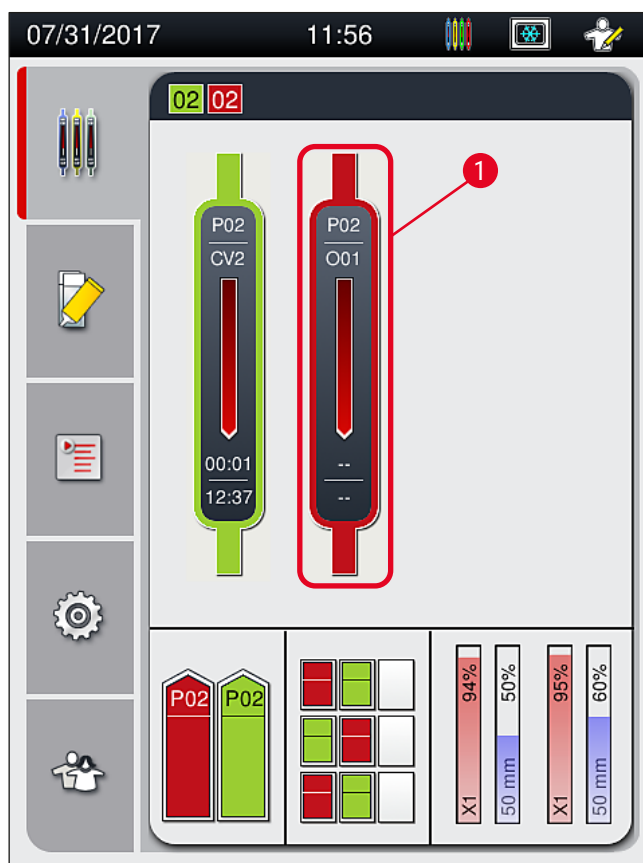
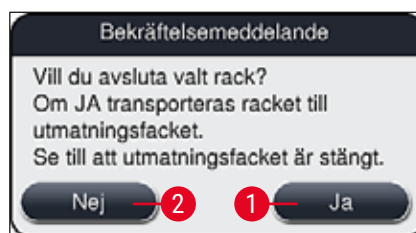

Bild 78
Bild 80
- ① Täckglasappliceringen går endast att avbryta via processtatusvisningen (→ Bild 78).
När du trycker på **Avsluta rack** (→ Bild 79-1) visas ett informationsmeddelande (→ Bild 80). Bekräfta att du vill avbryta med **Ja** (→ Bild 80-1) eller tryck på **Nej** (→ Bild 80-2) för att återgå till processtatusvisningen (→ Bild 78).